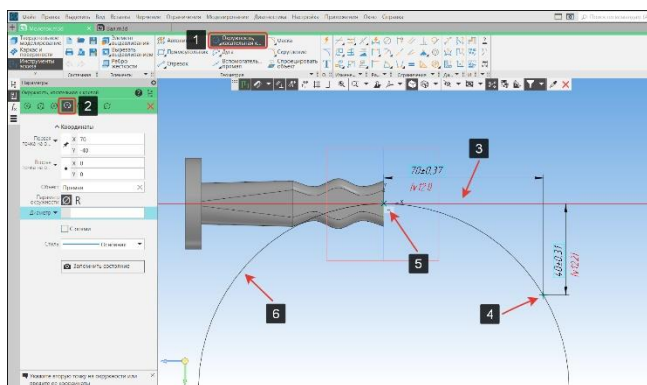

Рисунок 151 – Команда окружность касательная к кривой
- Построим окружность проходящую через точки 4 и 5. В панели геометрия выберем команду окружность (1) подоперация окружность касательная к кривой (2) (Рисунок 151);
- Построение выполняется в следующем порядке. Выберем касательную кривую (3), укажем точку (4) через которую будет проходить окружность, укажем вторую точку (5), в которой окружность будет пересекаться с кривой (Рисунок 151);